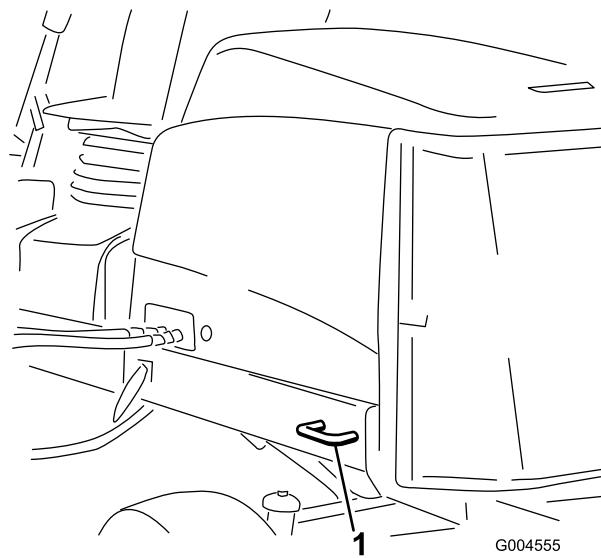

Figure 26
- **Arrière de la machine** – chaque côté de la machine sur le cadre arrière (Figure 26)